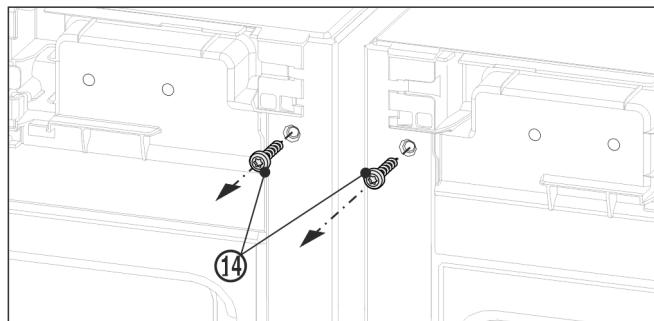

Fig. 11
- Перед монтажом верхнего угла выверните оба винта заземления Fig. 11 (14).